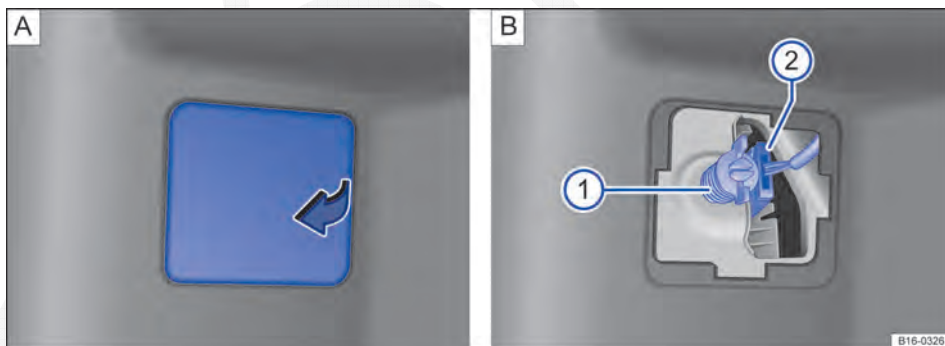

Fig. 238 Lateralmente no compartimento de bagagem: **A** abrir a cobertura do revestimento lateral traseiro, **B** remover a lanterna traseira. ▶
3.	Retirar a cobertura do revestimento lateral traseiro ⇒ Fig. 238 .
4.	Desaparafusar o parafuso de fixação da lanterna traseira ⇒ Fig. 238 ① e retirar a lanterna traseira cuidadosamente da carroceria. Retirar o conector ⇒ Fig. 238 ② do suporte da lâmpada.
9.	Segurar a lanterna traseira na posição de montagem com uma das mãos e rosquear o parafuso de fixação com a outra mão ⇒ Fig. 238 ①.